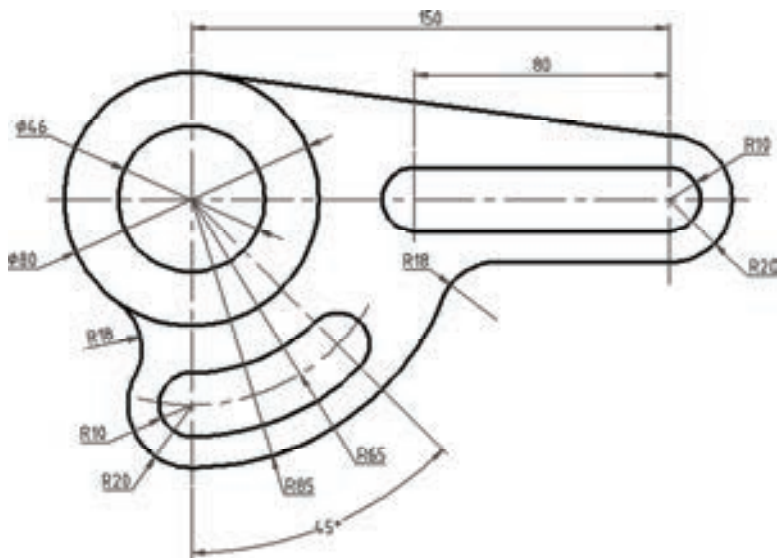
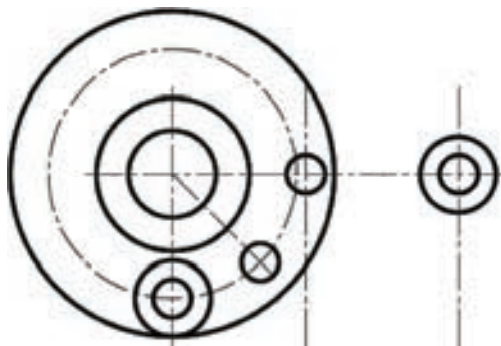

图8-1 绘制的平面图
图 8-12 绘制圆
本节将详细介绍一个平面图的绘制实例。在绘制该实例时,涉及的内容主要包括创建新图形文件、设置所需要的图层、使用各种绘制和修改工具命令进行二维图形绘制、定制文字样式和标注样式、给图形标注尺寸等。该实例最后完成的平面图如图8-1所示。
11) 绘制部分圆。单击“圆：圆心，半径”按钮  来绘制图 8-12 所示的圆。具体的尺寸可以参考图 8-1。